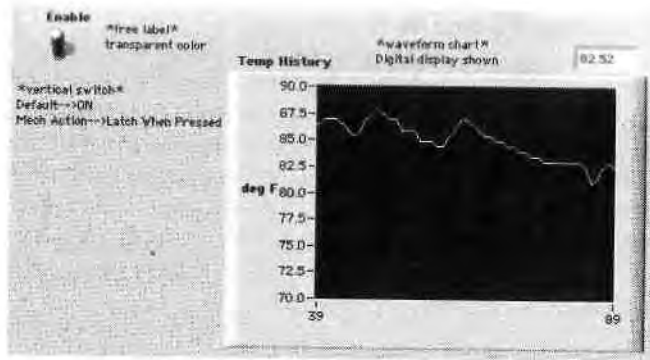

Рис. 8.7
1. Откройте новую лицевую панель. Вам придется вновь создать панель, изображенную на рис. 8.7.